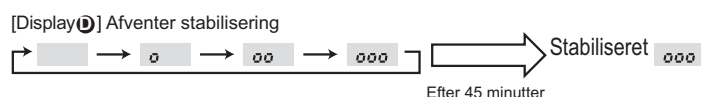

Fig. 8-3
- ③ Tryk på **FILTER** (↔) -knappen for at bekræfte indstillingen. (Fig. 8-3)